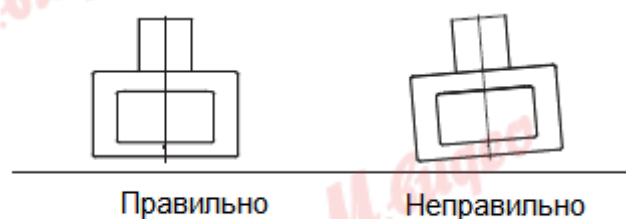

Рис. 5
- После завершения установки убедитесь, что прибор висит ровно, чтобы жир и грязь не скапливались только на одном конце. См. рис. 5.